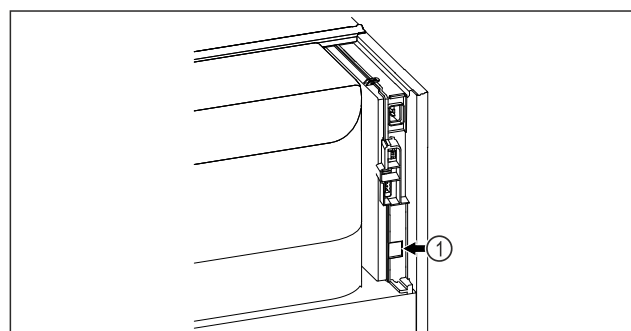

Fig. 90
- SmartModule Fig. 90 (1) ist eingesetzt.